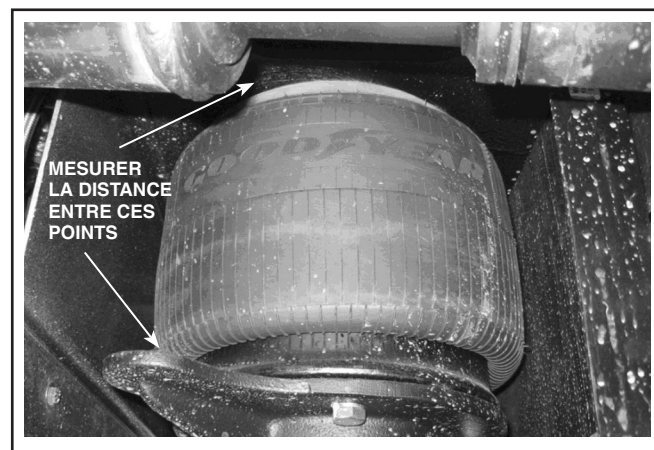

Figure 10 - Mesure de la mise à niveau avant
2. Du côté droit du véhicule, mesurer la distance entre le dessus de la plaque de fixation sous le ressort pneumatique et le dessous de la structure qui s'y rattache. Voir Figure 10. Cette distance doit être de $232 \text{ mm} \pm 6 \text{ mm}$ ($9 \frac{1}{8} \text{ po} \pm \frac{1}{4} \text{ po}$).